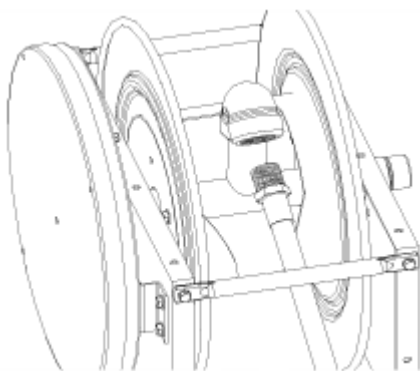

Fig. 3.0
- 4.) Stecken Sie das maennliche passende Teil des Schlauches durch den Rollerfuehrer und bis zum Abzugssteigleitung. Siehe Fig. 3.0